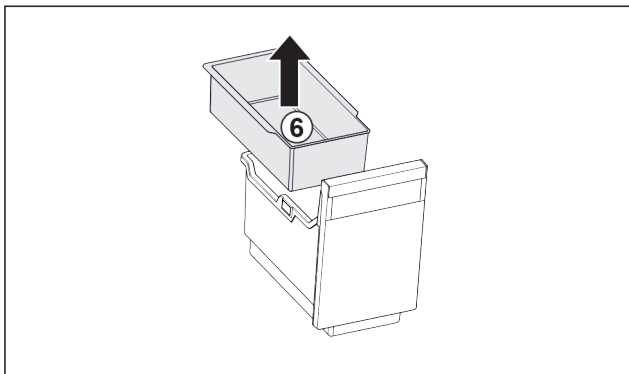

Fig. 42
- Rimuovere la vaschetta da agganciare Fig. 42 (6).